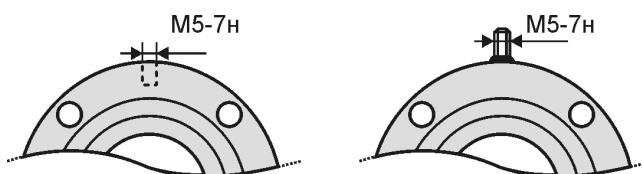

Рисунок 2.2 Доработка фланцев
2.3.3.2 Для подключения защитных токопроводов из комплекта поставки расходомера в ответных фланцах необходимо выполнить отверстия под винт М5 или приварить винт М5 (рис. 2.2).